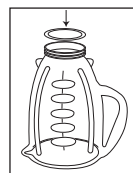

Fig. 1
1. Tournez le récipient afin que sa petite embouchure se trouve au haut. Posez alors la bague d'étanchéité sur l'embouchure (fig. 1).